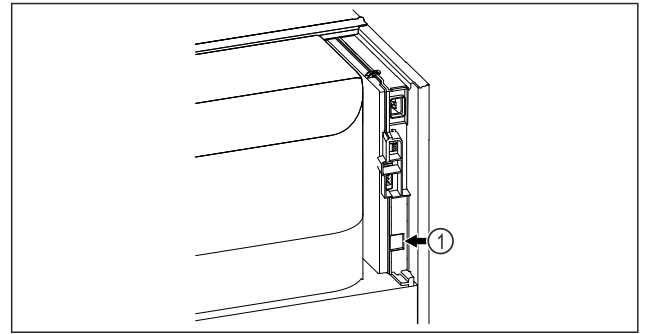

Fig. 129
- SmartModule Fig. 129 (1) er indsat.